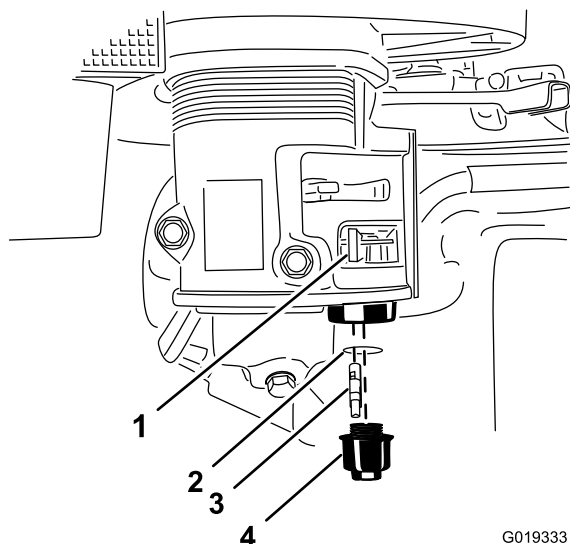

Figura 43
4. Mueva la palanca de la válvula de combustible a la posición de Cerrado, totalmente hacia la izquierda (Figura 43).
5. Desenrosque la taza de sedimentos. Retire el filtro de combustible y la junta tórica (Figura 43).
8. Instale el filtro de combustible en la parte inferior del carburador (Figura 43).